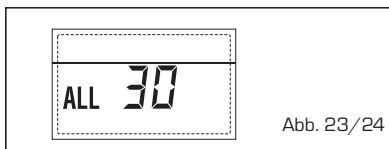

Abb. 23/24
- STÖRUNG DRUCKSEITE KASKADE "ALL 31" (Abb. 23/25)